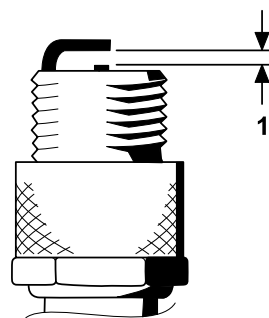

图40
4. 如 图40 所示将中心电极与侧电极之间的空隙设置为 0.76mm。